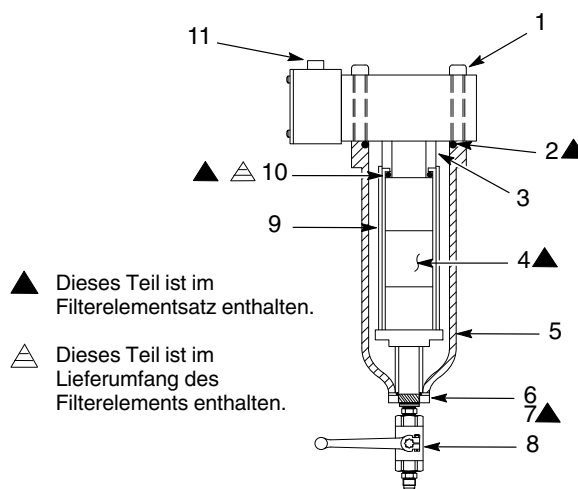

Abbildung 2 Filterkomponenten
1. Siehe Abbildung 2. Die Kugelhähne für die Materialzufuhr vom Fassentleerer zum Filter auf beiden Filterseiten schließen.
2. Das Kabel vom Kabelstecker (11) abnehmen.
3. Einen Fünf-Gallonen-Behälter unter das Entlüftungsventil (8) des Filters stellen. Entlüftungsventil des Filters öffnen, um den Materialdruck zu entlasten. Entlüftungsventil schließen, sobald das Material nicht mehr unter Druck austritt.
4. Die Verschraubung (6) von der Filterschüssel abnehmen. Den O-Ring (7) von der Verschraubung abnehmen. Den O-Ring entsorgen.
5. Filterschüssel (5) unterstützend halten. Mit einem 1/2 Zoll Innensechskantschlüssel die vier Innensechskantschrauben (1) abnehmen. Filterschüssel und O-Ring (2) der Filterschüssel abnehmen. Den O-Ring entsorgen.
6. Filterelement (4) abnehmen. Filterschüssel und Filterkopf (9) reinigen.
1. Siehe Abbildung 2. Neues Filterelement (4) an der Unterseite des Filterkopfes (9) installieren.
2. Einen neuen O-Ring (2) an der Filterschüssel (5) installieren. Filterschüssel (5) an der Unterseite des Filterkopfes (9) unterstützend halten. Die vier Innensechskantschrauben (1) installieren und mit 325 N•m (240 ft-lb) anziehen.
3. Einen neuen O-Ring (7) an der Verschraubung (6) installieren. Die Verschraubung in der Filterschüssel (5) installieren und gut festziehen.
5. Das Kabel am Kabelstecker (11) anschließen.
Siehe Abbildung 2. Position 10 ist im Lieferumfang des Filterelements (Position 4) und in jedem Satz enthalten.